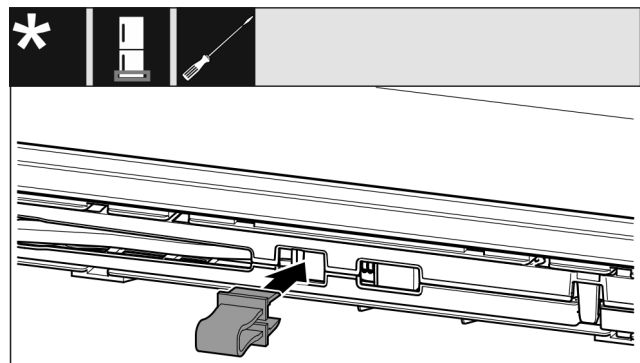

Fig. 14
- ▶ Kapni siguresën në vrimën përkatëse Fig. 14 ().